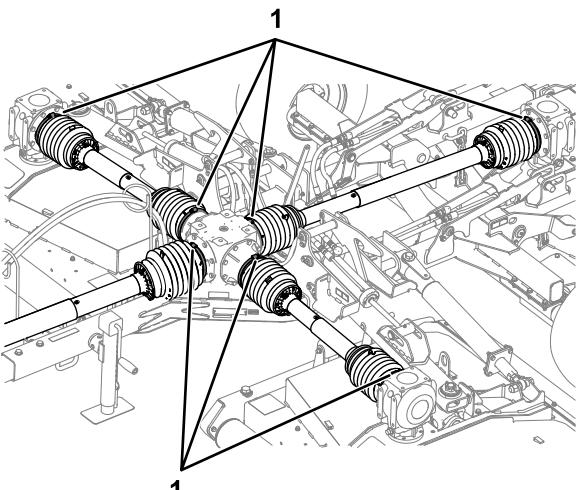

Bild 22
7. Überprüfen Sie, ob die sieben Schlauchklemmen die Schutzabdeckungen der Antriebswelle fest mittig und an den Getrieben der Mähwerke befestigt sind (Bild 22).